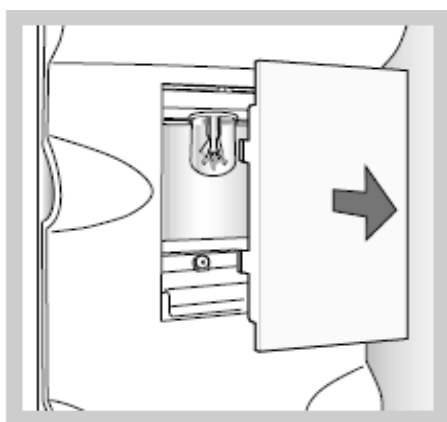

fig. 9
- **fig. 9** (pentru modelul BAN 13 NF Îndepartați protecția conform indicațiilor pentru a avea acces la bec):